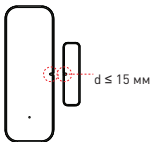

Рис. 5
6.2 **ВНИМАНИЕ!** Метки выравнивания должны располагаться на одном уровне как можно ближе друг к другу, **не дальше 15 мм** (Рис. 5).